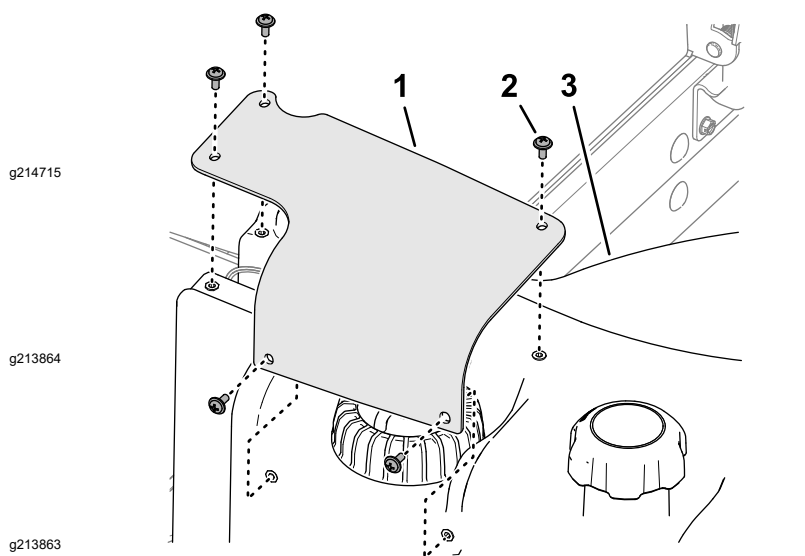

Рисунок 123
2. Отверните 5 винтов с крестообразным шлицем, которые крепят кожух датчика уровня топлива к топливному баку, и снимите кожух (Рисунок 123).